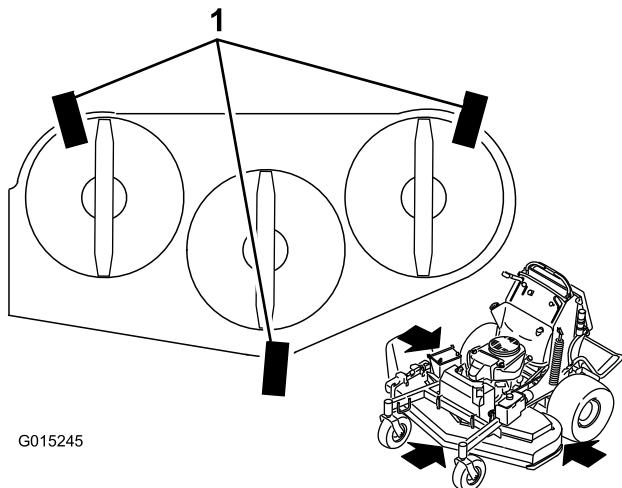

図 85
1. 図 85 のように、刈り込みデッキの下に 5x10cm程度の角材を 3 つほど置く。角材は 10cm の辺が上下になるように置く。